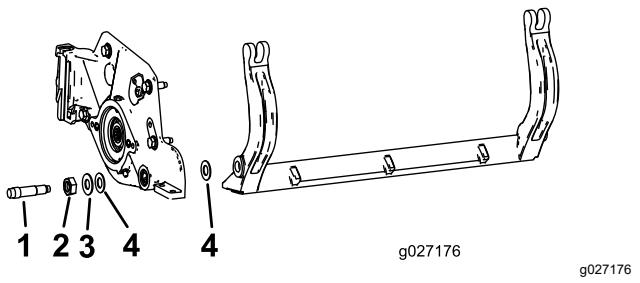

Figura 25
Guarde as duas anilhas de nylon e anilha de aço prensado de cada uma das extremidades da barra de apoio (Figura 25).
- Coloque uma anilha de nylon de cada lado da placa lateral. Coloque uma anilha de aço no exterior de cada uma das arruelas de nylon (Figura 25).